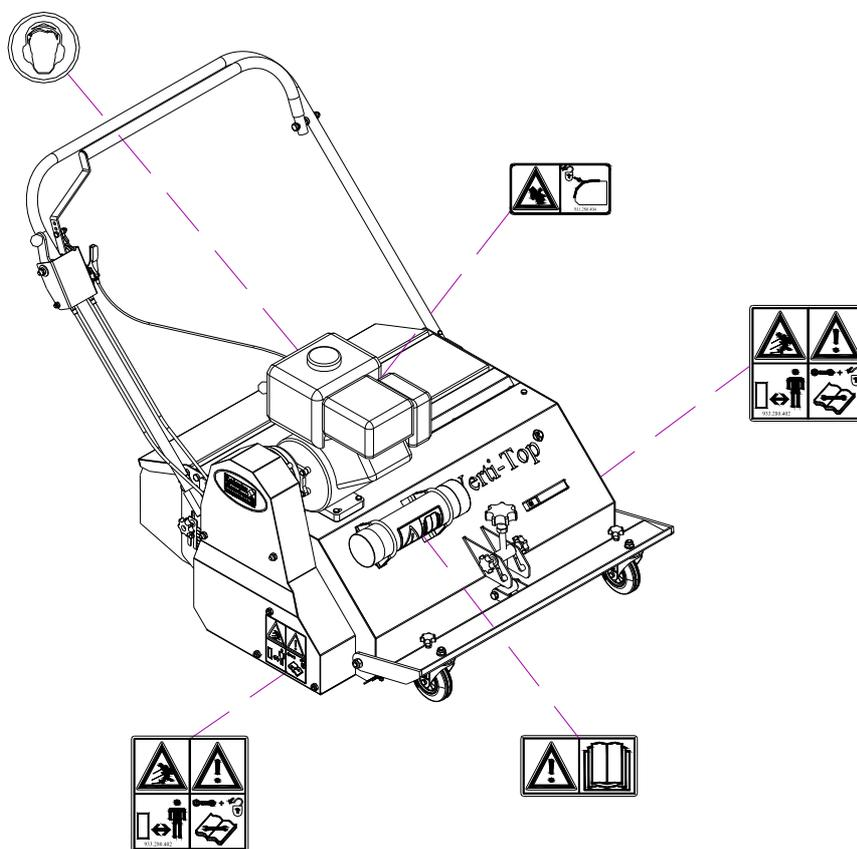

fig. 8
Nos dois lados da Verti-Top Walk Behind estão presentes adesivos de segurança na placa lateral e na cobertura traseira e de frente (fig. 8), com um significado simile. Estes adesivos de segurança deverão ser sempre visíveis e legíveis e deverão ser substituídos quando estiverem danificadas.
(7) Colocação dos adesivos de protecção. (fig. 8)